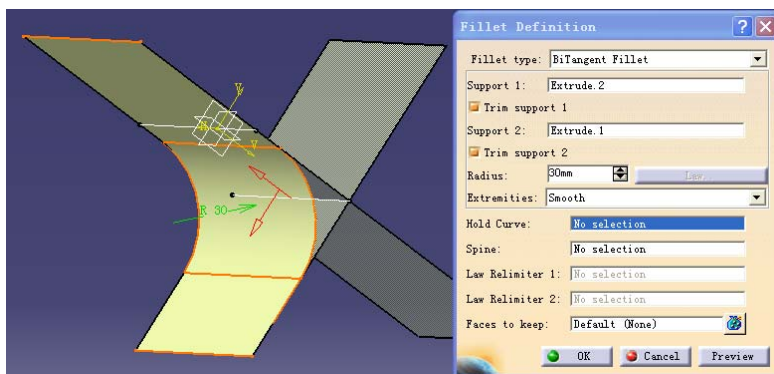

图 9-15
(3) 点击 , **Trim support 1** 栏中用鼠标选一个面, **trim support 2** 栏中用鼠标选另一个面, **Radius** 设为 30mm, 点击 **OK** 键 (见图 9-15)。